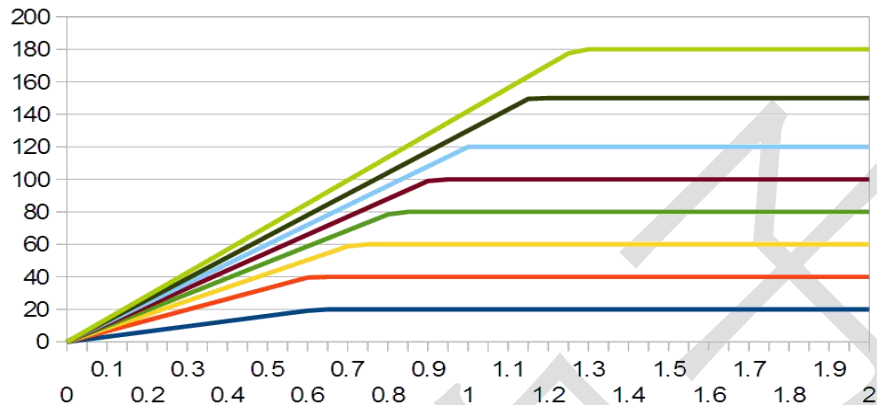

图5
5、应用图5：4 色模式（W 通道恒流值为 RGB 通道的 3 倍）